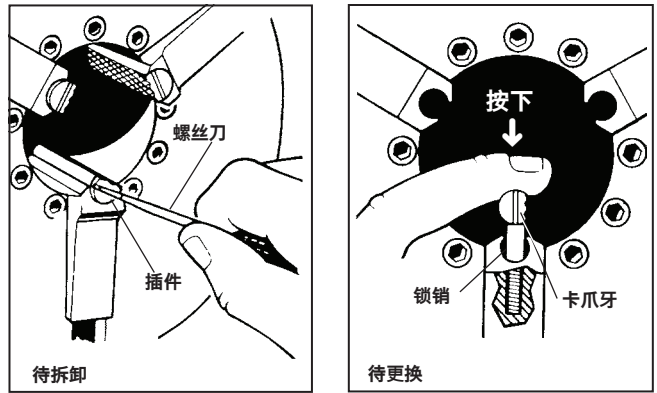

图 31 - 更换卡爪插件
1. 将螺丝刀放在插件的槽中，向任意方向旋转 90 度。取出插件（图 31）。
2. 将插件侧向放在锁销上并尽可能向下按压（图 31）。